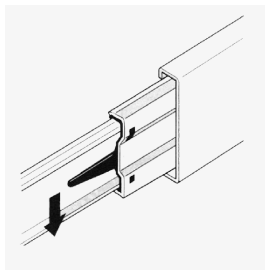
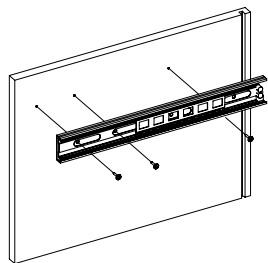

Рис.3
Рис.4
2. Отсоедините от основания телескопических направляющих внутренние планки, отогнув пластиковый рычажок фиксатора (Рис.3). Основания телескопических направляющих закрепите на деталях 2, 3 винтами М5х8 (Рис. 4). Приложите телескопическую часть отверстиями к отверстиям на боковине стола, чтобы они были отцентрованы относительно друг друга. Вкрутите винты М5х8 с помощью шуруповерта, приложив немного усилий. **Внимание:** винт М5х8 заходит с натягом для максимально плотной фиксации телескопических направляющих